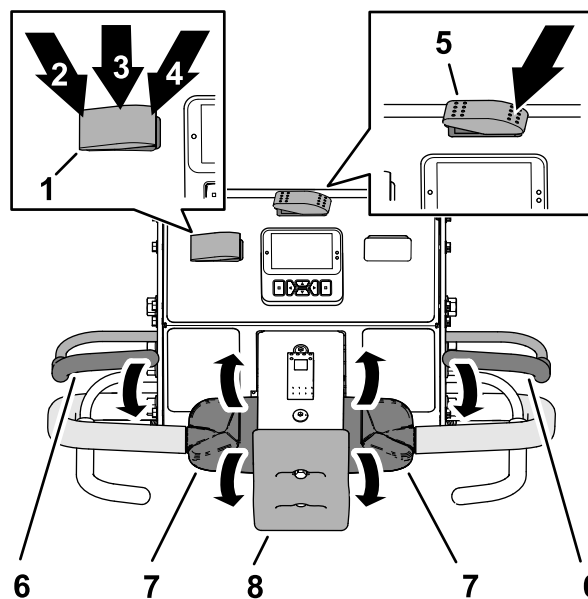

Figura 74
1. Premete l'interruttore trasporto/arieggiatura selezionando TRASPORTO (Figura 74).